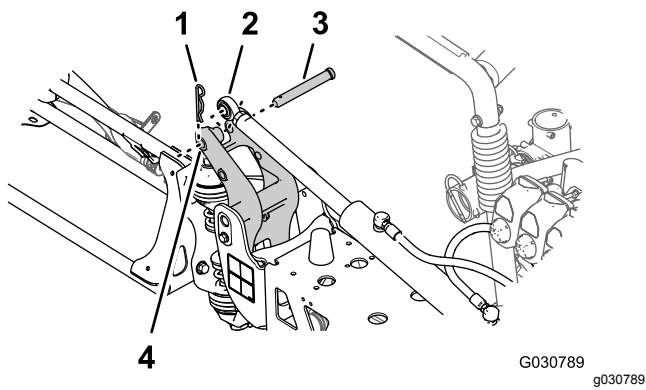

Figure 123
6. Placez la tige du vérin de levage en face du trou de 25 mm dans la fourche de la fixation de pivot (Figure 123).
7. Fixez le vérin de levage à la fixation de pivot à l'aide de l'axe de chape et de la goupille fendue (Figure 123) que vous avez retirés à l'opération 2 de Dépose des vérins de levage \(page 24\).